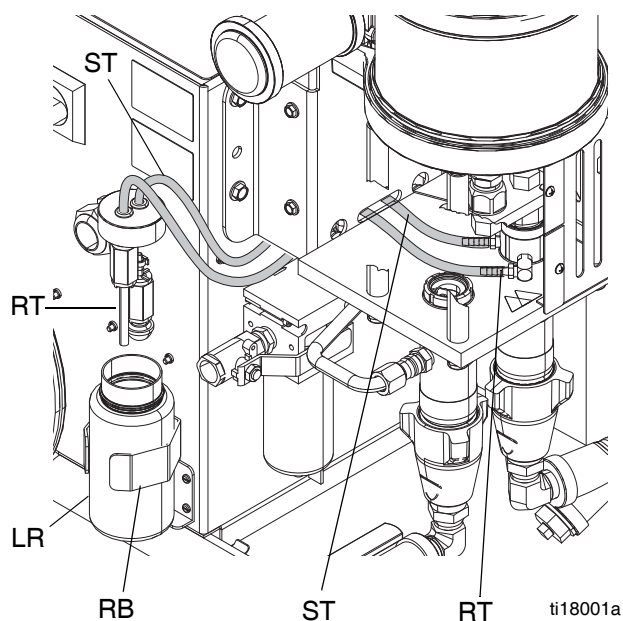

FIG. 15: Sistema di lubrificazione della pompa
2. Sollevare il serbatoio del lubrificante (LR) dalla staffa (RB) e rimuovere il coperchio dal contenitore. Tenendo il coperchio su un contenitore adatto, rimuovere la valvola di ritegno e lasciare drenare il lubrificante. Rimontare la valvola di ritegno sul flessibile di ingresso (ST). Vedere FIG. 15.